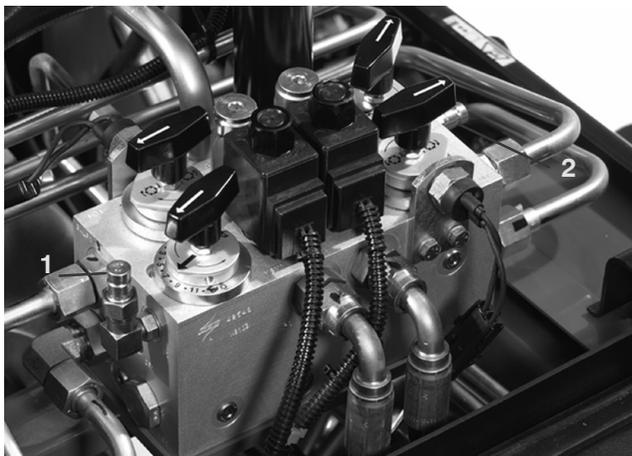

Bild 60
2. Mit dem Testanschluss „B“ (Bild 60) wird der Hydraulikschaltkreis für die vorderen Mähwerke geprüft.
3. Mit dem Testanschluss „C“ (Bild 60) wird der Hydraulikschaltkreis für die hinteren Mähwerke geprüft.